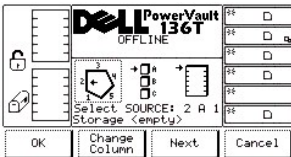

図 12. Status > Library> Slot ダイアログ
font face=" Arial, Helvetica, sans-serif">Slot を選択すると、スロットダイアログが表示されます。図 12を参照してください。このオプションは現在のスロットの物理的および統計的特性を表示するために使用されます。
- 1 Next ソフトキーの下にあるボタンを選択すると、現在のソースパラメータは、スロットダイアログで示されているようにスロットからコラムに変わります。図 12を参照してください。